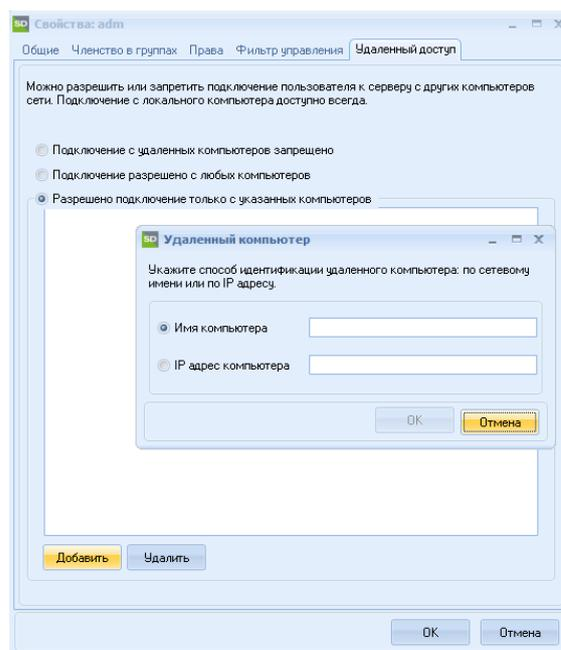

Рисунок 3.18 – Окно «Свойства пользователя», закладка «Удаленный доступ»
4) Закладка «Удаленный доступ» позволяет ограничить доступ пользователей к серверу при помощи сети. Данная закладка позволяет полностью запретить удаленный доступ пользователя к серверу, разрешить доступ со всех сетевых компьютеров, или указать «Имя» и «IP-адрес компьютеров», с которых удаленный доступ разрешен (рисунок 3.18).